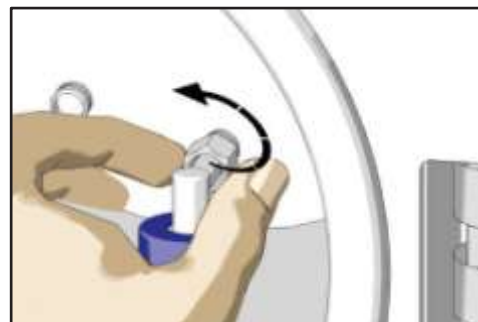

Figura 19
- Svitare la ghiera del supporto filtro ed estrarla dalla camera di sterilizzazione (figura 19)